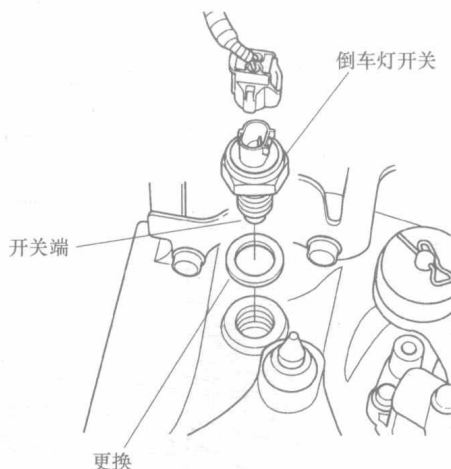

图 2-5 拆下倒车灯开关
3) 拆下倒车灯开关，如图 2-5 所示。检查倒车灯开关 2 针插接器 1 号端子和 2 号端子之间是否导通。按下开关端时应导通，松开开关端时应不导通。如果结果显示有故障，则更换倒车灯开关。如果开关正常，则检查变速器中的倒档换挡片。